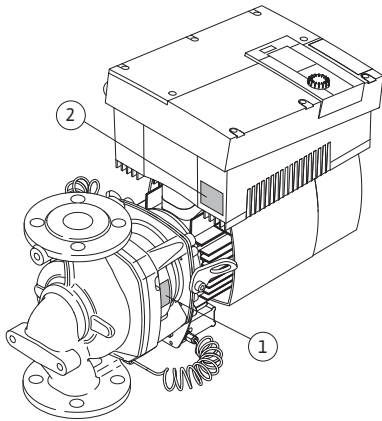

Fig. 11: Расположение фирменных табличек:
- На фирменной табличке насоса (Fig. 11, поз. 1) указан серийный номер (Ser.-No.../...), используемый, например, при заказе запасных частей.
- На фирменной табличке электронного модуля (электронный модуль = инвертер или частотный преобразователь) (Fig. 11, поз. 2) указано обозначение используемого электронного модуля.